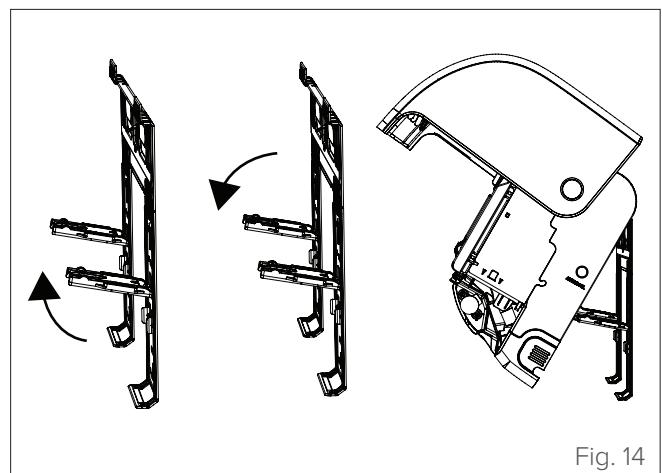

Fig. 14
- 2 Utiliser les supports de la plaque de montage pour soulever l'unité afin qu'il y ait suffisamment d'espace pour connecter les lignes frigorifiques, les câbles électriques et le tuyau de drainage (voir "Fig. 14").